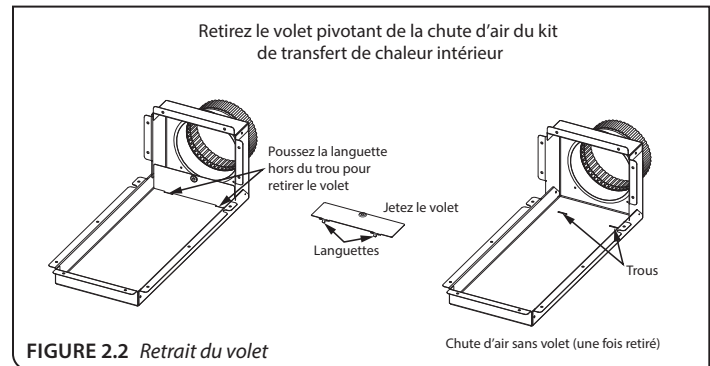
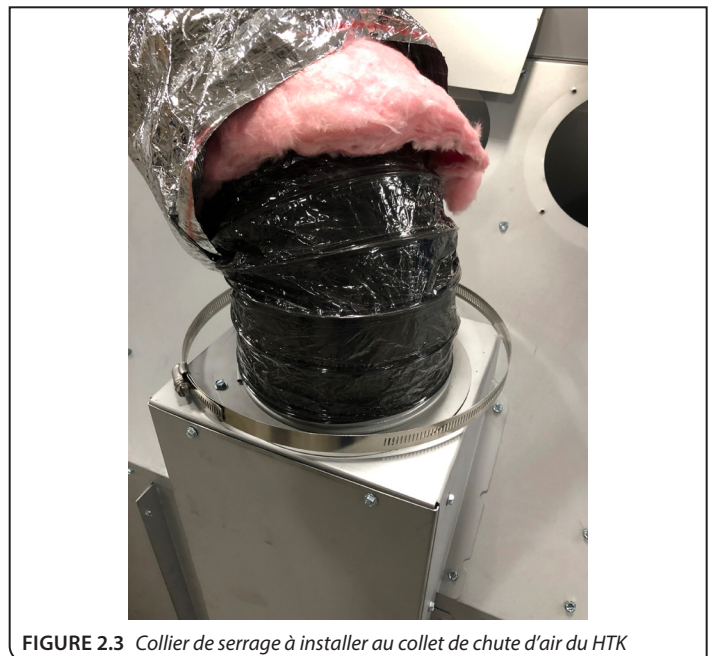

FIGURE 2.2 Retrait du volet
FIGURE 2.3 Collier de serrage à installer au collet de chute d'air du HTK
3. Retirez le volet pivotant de la chute d'air du kit de transfert de chaleur, en poussant la languette métallique hors du trou et en tirant pour sortir le volet de la chute d'air. NOTE : Pour les modèles ABY et Z42, la chute d'air du kit de transfert de chaleur ne comprend pas de volet pivotant. Voir **FIGURE 2.2**. Votre chute d'air peut être différente de celle illustrée.
4. CLW-ST: Il y a (2) ouvertures sur la chute d'air HTK-CWST qui permettent d'installer un ou deux du même kit de transfert de chaleur. Si vous installez le (1) kit, retirez la (1) plaque-couvercle pour installer le (1) collier. Si vous installez (2) kits, retirez les (2) plaques-couvercle pour installer (2) colliers.
9. Placez le collier de serrage sur le collet de chute d'air du HTK. Fixez le revêtement intérieur du conduit flexible au collet avec (3) vis à tête. Voir **FIGURE 2.3**.